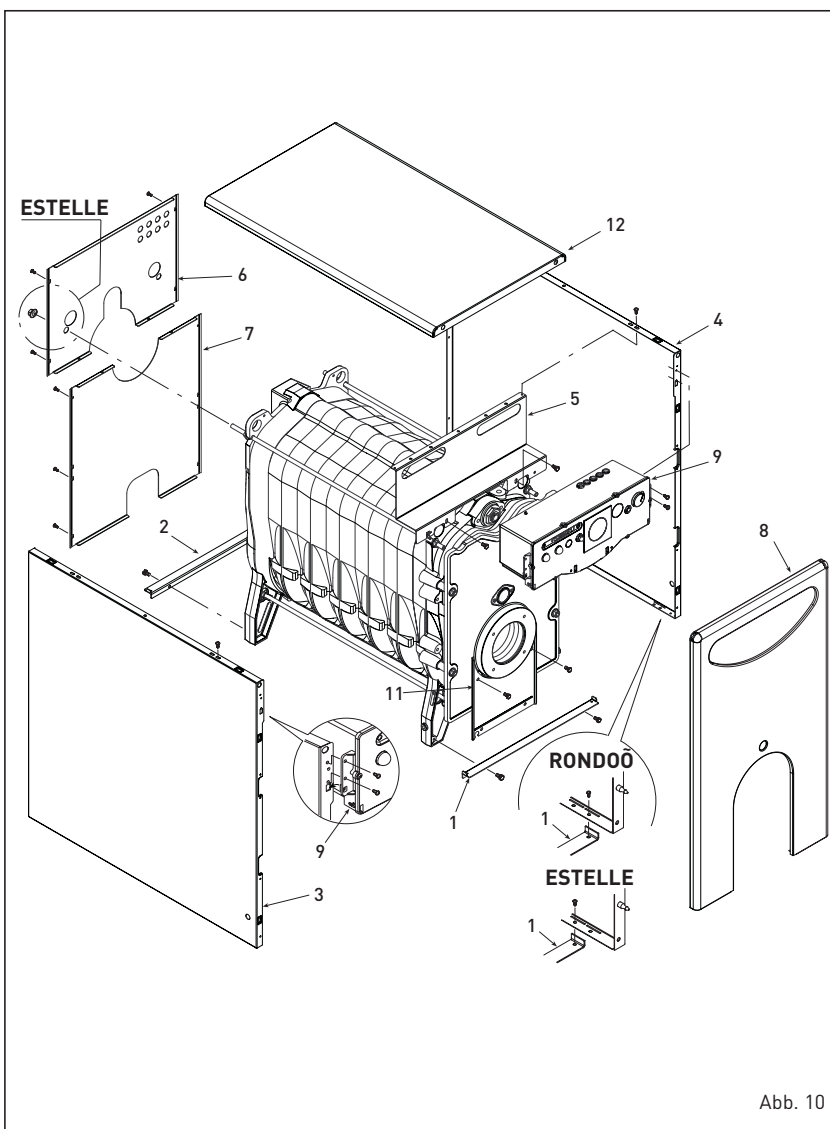

Abb. 10
3.3.3 Demontage van de mantel (Abb. 10)
De demontage van de onderdelen van de mantel van de ketel dient als volgt te geschieden (Abb. 10):